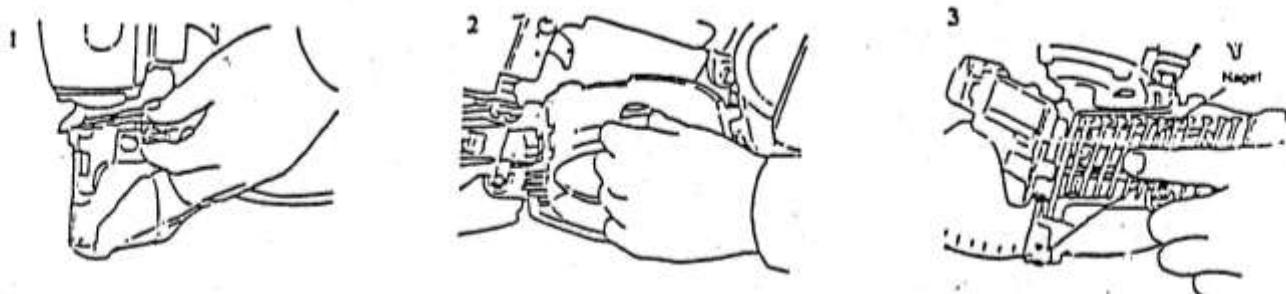

Рис. 2
**Загрузка магазина:** Откройте крышку носика (капот) и крышку магазина для гвоздей, как показано на картинке (1) Рис. 2. Установите регулируемую площадку в нужное положение в зависимости от длины используемых гвоздей (2). Вставьте ленту гвоздей в магазин, подайте гвозди вперед так, чтобы первый находился между зубцами подающего механизма (3). Затем закройте крышку магазина и крышку носика (капот).